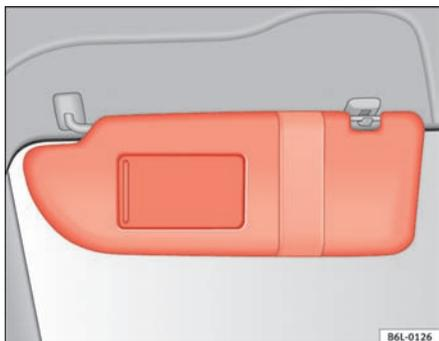

Fig. 64 Parasol del lado del conductor
Los parasoles del conductor y del acompañante pueden extraerse de sus soportes centrales y girarse hacia las puertas ⇒ fig. 64 ①.